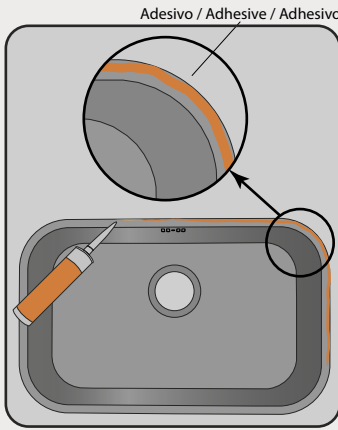
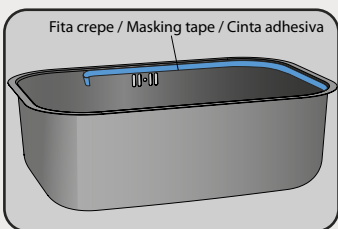
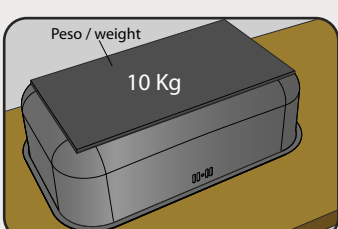

Fig. 4
Fig. 4.1
Fig. 4.2
Para evitar a passagem de água entre a cuba e o tampo é utilizado na borda da cuba o adesivo selante a base de PU com densidade entre 30 e 40. O Tempo de cura deste adesivo é de 24 horas. Recomenda-se a aplicação nas extremidades da borda da cuba, para evitar que o adesivo entre em contato com o interior da peça (fig. 4). Para proteger o interior da peça pode se usar fita crepe (fig. 4.1). Em seguida a cuba é colocada cuidadosamente na posição onde será fixada. Para garantir que a cuba não se desloque de sua posição, e garantir que toda a borda esteja em perfeito contato com o tampo de granito, é colocado um peso de até 10 Kg sobre a mesma (fig. 4.2).
*To avoid water flowing between the bowl and countertop, use a PU based sealant with density between 30 and 40. It is necessary 24 hours to well fix the sealant. It is recommended to apply in the bowl corners to avoid the adhesive contact into the piece (fig. 4). To protect the product, it is possible to use a tape (fig. 4.1) Then carefully place the bowl in its final position. Place a 10 kg maximum weight over the bowl to ensure it will not move from its position and all edges are in perfect contact with the countertop (fig. 4.2).
Para evitar que pase agua entre la cubeta y la mesada se usa el adhesivo sellador a base de PU con densidad entre 30 y 40. El tiempo para una buena fijación del adhesivo es 24 horas. Se recomienda aplicar el adhesivo en los bordes de la cubeta (fig. 4). Para protección del producto, puede usar una cinta (fig. 4.1). Enseguida se coloca la cubeta cuidadosamente en la posición en la que se vaya a fijar. Para garantizar que la cubeta no se desplace de su lugar y que todo el borde esté en perfecto contacto con la mesada, se pone un peso (hasta 10 kg) dentro de ella (fig. 4.2).*